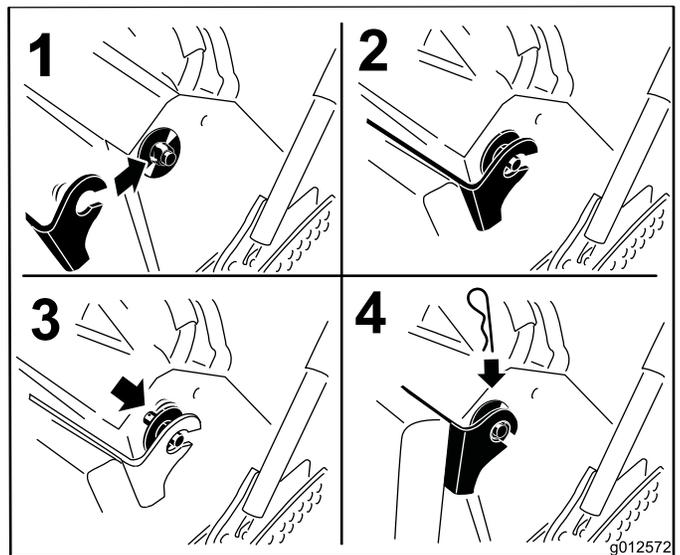

図 36
6. クッションを機体両側のピンに取り付ける 図 36。
7. プラスチック製ブッシュのついた大きなワッシャをクッションのブラケットに入れ、ヘアピンコッターピンで固定する 図 36。